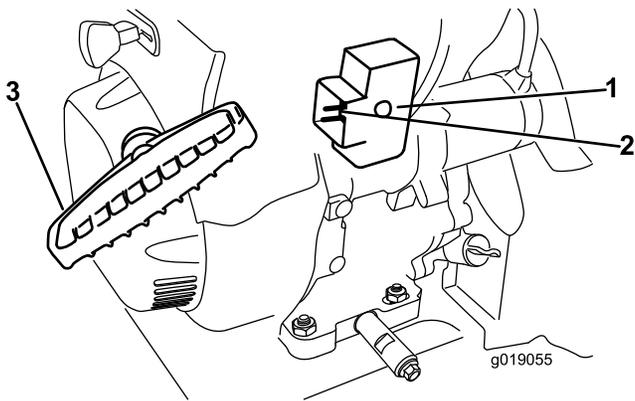

Bild 25
7. Ziehen Sie am Rücklaufstarter oder drücken Sie die Elektrostarttaste, um den Motor anzulassen (Bild 25).